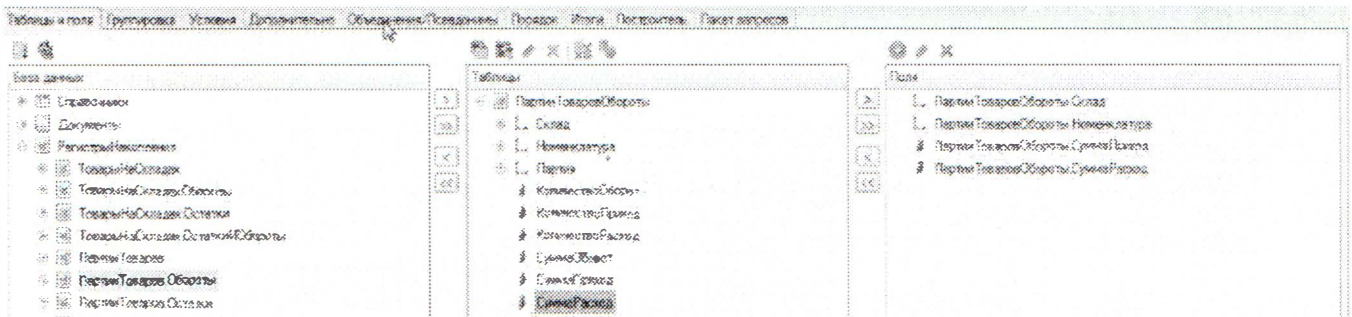

Рисунок 334
1. Создадим новый запрос «ПакетЗапросовДЗ_3_1» в консоли и выберем поля из виртуальной таблицы оборотов регистра «ПартииТоваров» (Рисунок 334):